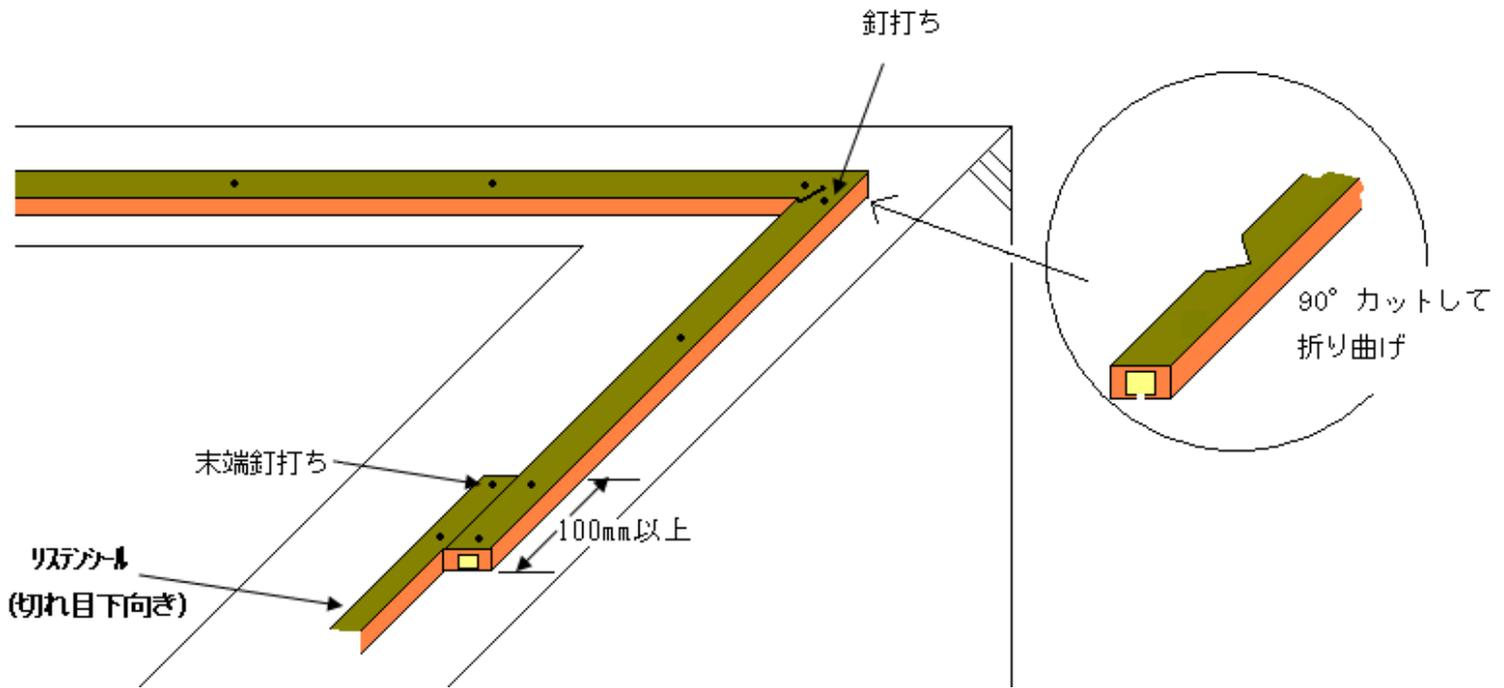
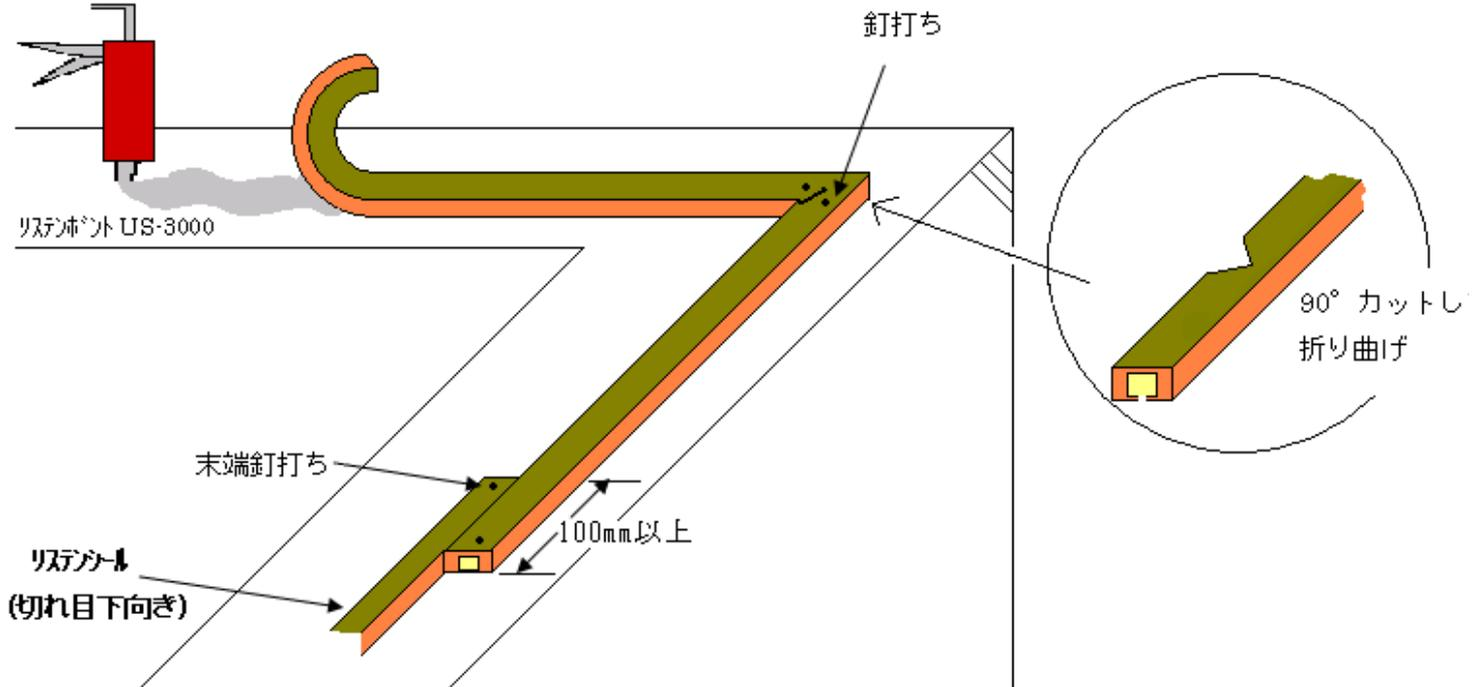

図 1-2
図 2
- ①コンクリート面のごみ、砂、レイタンス等を取り除く。
- ②ハンマーで釘を打ち、リステンシール B(切れ目下向き)を固定する。(釘のピッチは約 50cm 内外)
- ③角部はゴムを 90 度にカットして折り曲げ、または大きな円弧で取り付ける。
- ④ジョイント部は 100mm 以上並列密着させる。
- ⑤空隙部にはリステンボンド US-3000 を充填。
2) 水平打継部 ボンド施工 (図 1-2)
- ②下地面にリステンボンド US-3000 を幅 10mm 程度で施工面全体に塗布する。(凹凸形状により量を調節)
- ③リステンシール B(切れ目下向き)をハンマー等で圧着。端末や浮きはコンクリート釘止め。
- ④角部はゴムを 90 度にカットして折り曲げ、または大きな円弧で取り付ける。
- ⑤ジョイント部は 100mm 以上並列密着させる。
- ⑥空隙部にはリステンボンド US-3000 を充填。
3) 垂直打継部 (図 2)
- ②平滑下地にはボンド C-41、ラス下地にはリステンシール D-51 を幅 10mm 程度で施工面全体に塗布する。
- ③ハンマーで釘を打ち、リステンシール B(切れ目コンクリート向き)を固定する。(釘のピッチは約 30cm 内外)
- ④入隅部、空隙部はリステンシール D-51 を充填する。
- ⑤ジョイント部は 100mm 以上並列密着させる。もしくは、ドン付けしてボンドを十分塗りつける。